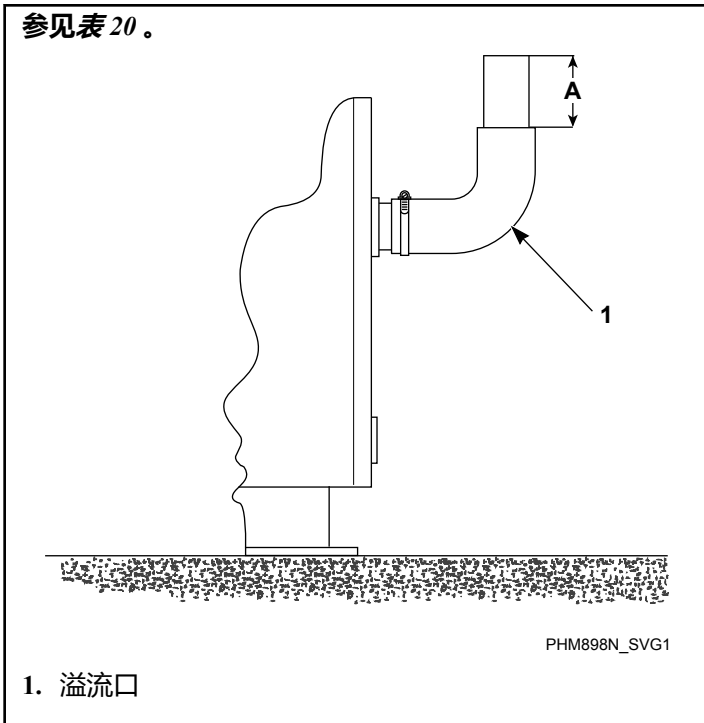

图 20
2. 如要延长溢流口，则可将排水管的一部分向上固定到溢流口，不得超出建议的距溢流口弯头边缘上方的高度。参见图 20 和表 20。